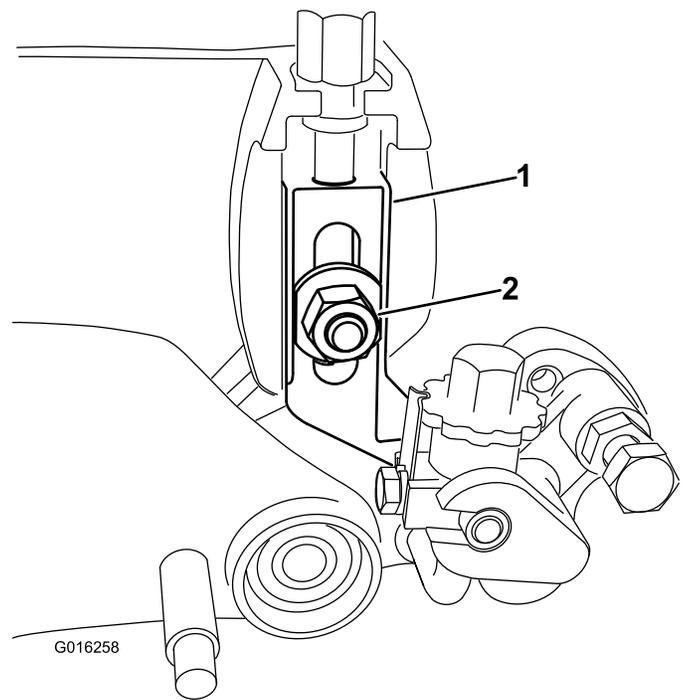

Figure 33
5. Enlevez le boulon de charrue, l'écrou et la rondelle qui fixent le bras de hauteur de coupe à la plaque latérale (Figure 33).